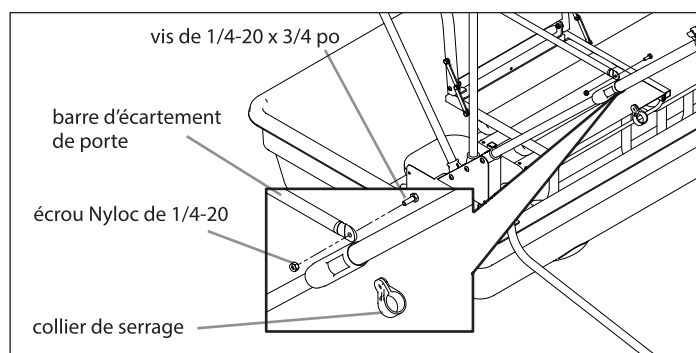

FIGURE 14
20. Attacher les barres d'écartement latérales avant (15700) à la traverse supérieure avant. Elles se fixent de la même façon que les barres précédentes à l'étape 17. Une fois que les deux barres d'écartement sont en place, les accrocher à la traverse supérieure centrale. La pose des barres d'écartement est terminée. **VOIR FIGURE 14**